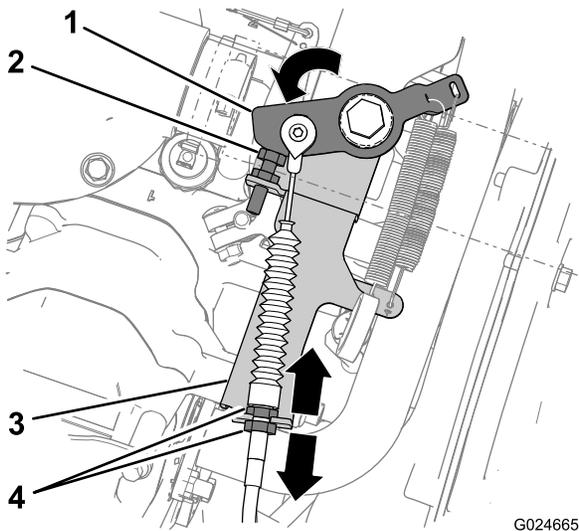

Figure 87
- Desserrez l'écrou de blocage intérieur du câble d'accélérateur et serrez l'écrou de blocage extérieur pour réduire l'écartement (Figure 87).
- Desserrez l'écrou de blocage extérieur du câble d'accélérateur et serrez l'écrou de blocage intérieur pour augmenter l'écartement (Figure 87).
4. Vérifiez que les écrous de blocage du câble d'accélérateur sont bien serrés (Figure 87).